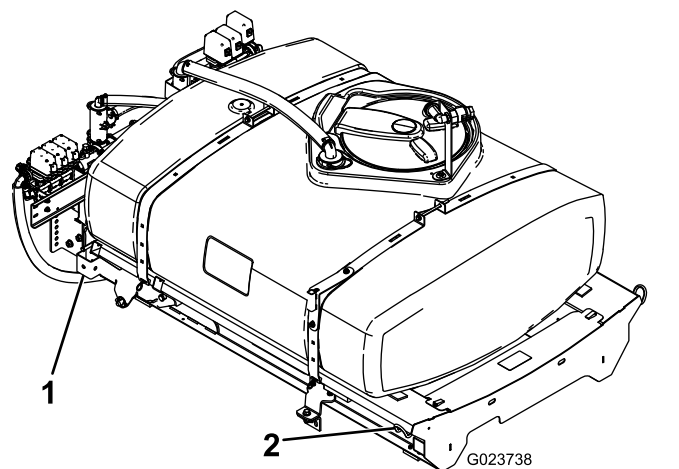

図 8
1. クレーンやホイストを使って、タンク台アセンブリ (図 8) を吊り上げ、ポンプバルブ・アセンブリを車体の後方に向けて、ワークマンのフレーム上部に移動する。